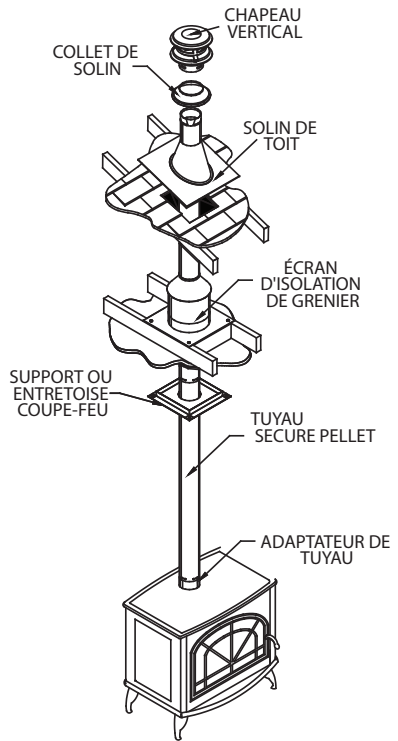

Figure 1
2. Si la sortie du conduit est au sommet du poêle (**Figure 1**) :